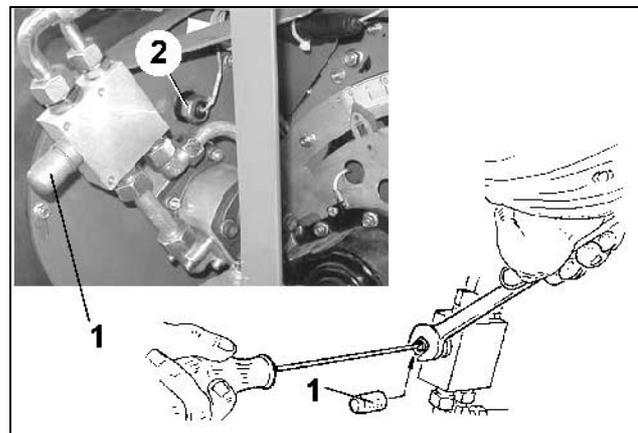

Fig. 95
Die erforderliche Gebläsedrehzahl finden Sie in der Tabelle 5. Stellen Sie die Gebläsedrehzahl am Druckbegrenzungsventil (Fig. 95/2) oder am Stromregelventil des Traktors ein.
- Schutzkappe (Fig. 95/1) entfernen